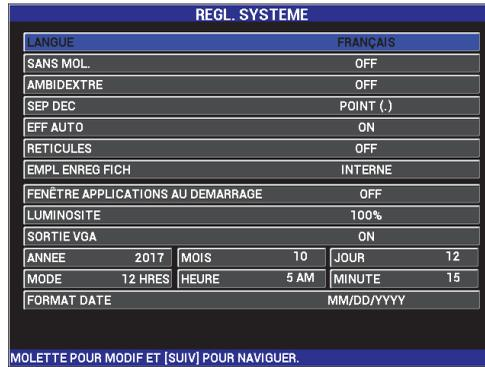

Figure 3-1 Écran REGL. SYSTEME
1. Appuyez deux fois sur la touche de menu ADV SETUP () , et puis appuyez sur la touche B pour accéder à l'écran **REGL. SYSTEME** (voir la Figure 3-1 à la page 74).
1. Appuyez deux fois sur la touche de menu ADV SETUP () et puis appuyez sur la touche B pour accéder à l'écran **REGL. SYSTEME** (voir la Figure 3-1 à la page 74).
3. Dans l'écran **REGL. SYSTEME** (voir la Figure 3-1 à la page 74), utilisez la touche FULL NEXT () pour sélectionner le paramètre souhaité, et puis changez-en la valeur avec la molette de réglage :